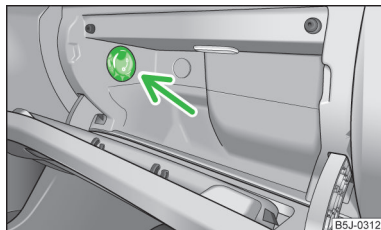

Fig. 82
- Con l'interruttore rotante » fig. 82 si apre e si chiude il flusso d'aria.